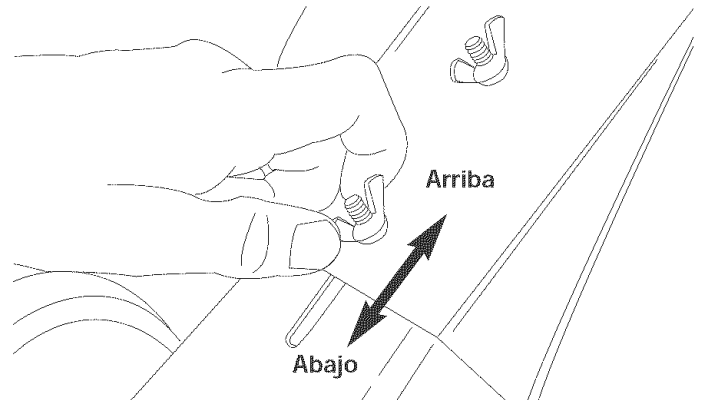

Fig. 5
2. Afloje (no retire) las dos tuercas de mariposa de la protección de las púas (Fig. 5).